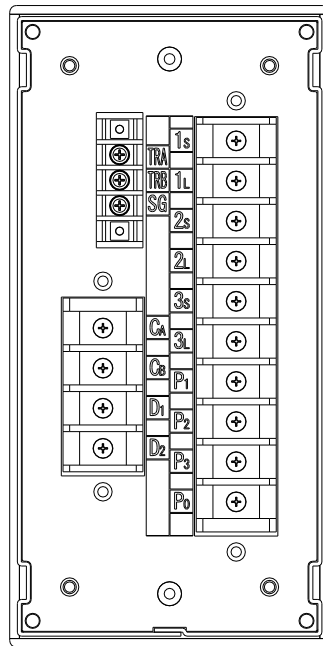
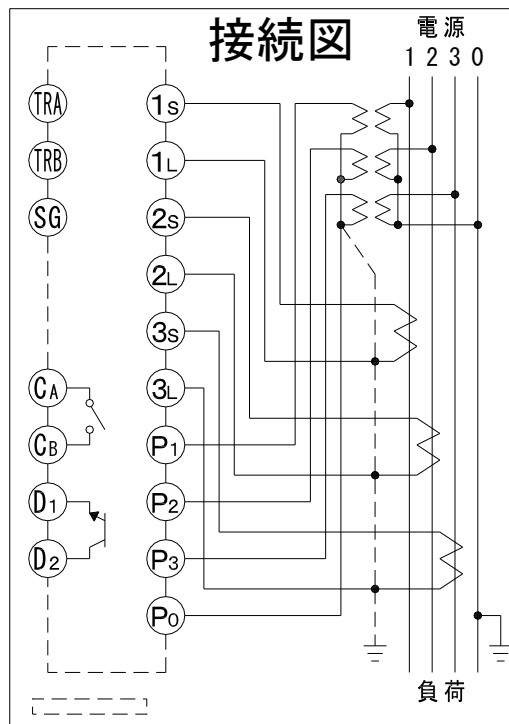
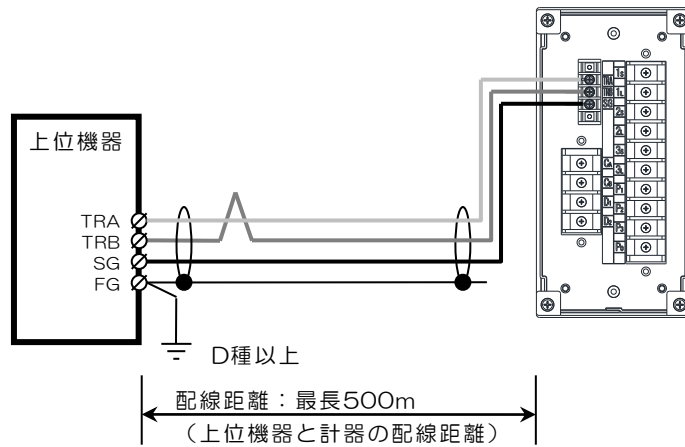
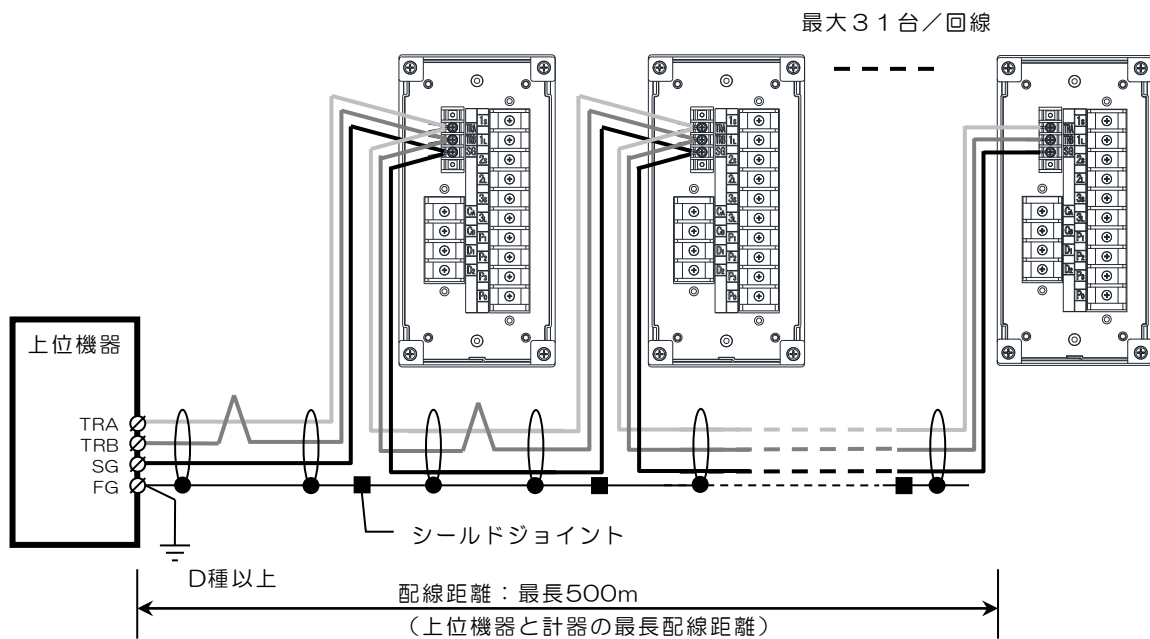

図 3. 端子ラベル
図 4. 接続図
図8. 通信線配線図（1:1の場合）
図9. 通信線配線図（1:Nの場合）
強制	■電圧端子（P0、P1、P2、P3）、電流端子（1S、1L、2S、2L、3S、3L）、発振パルス端子（C1A・C1B）、器差試験パルス端子（D1、D2）、通信端子（TRA、TRB、SG）は、定格・接続方法*を確認のうえ正しく、確実に接続すること。過電圧や過電流を印加しないこと 誤使用や誤接続、過電圧や過電流の印加は、火災・けが・故障の原因となります。 通電前に必ず配線を確認してください。 *3ページの図4を参照 *6ページの図8、図9を参照
- (1) 接続は、図 3 の計器背面の端子ラベル、図 4 の接続図を参照して正しく確実に行ってください。